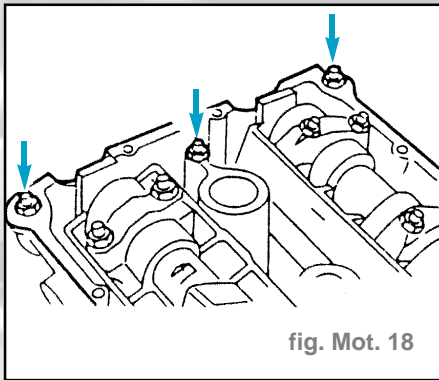

fig. Mot. 18
- Dévisser les goujons prisonniers (fig. Mot. 18).